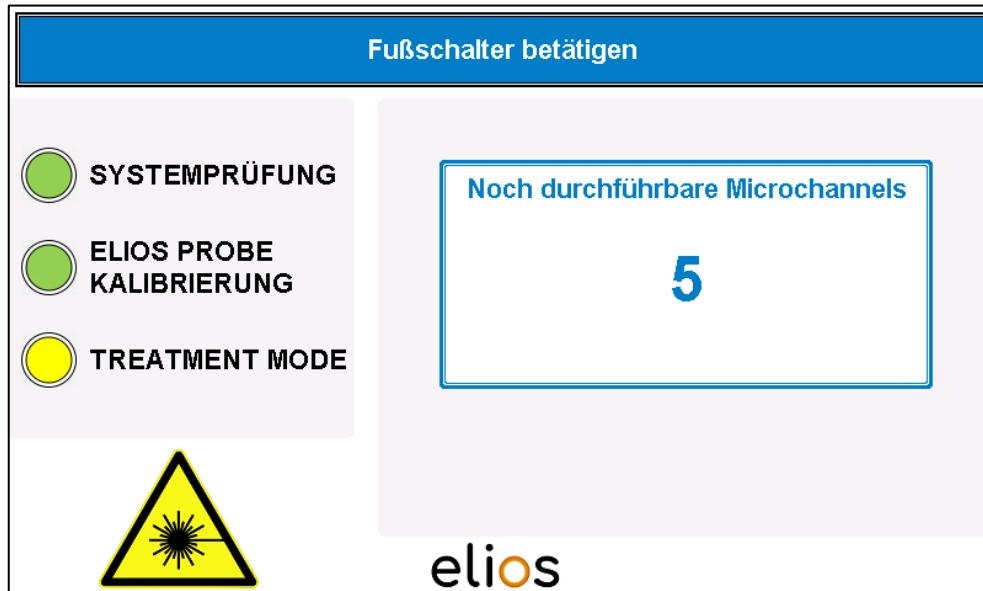

Abb. 4-16: TREATMENT MODE
- Ist die maximal mögliche Anzahl von 20 Pulsen pro Microchannel erreicht, stoppt die Laseremission automatisch. Das Programm wechselt weiter zur nächsten Bildschirmschirmdarstellung, wodurch wieder maximal 20 Pulse für einen weiteren Microchannel zur Verfügung stehen (Abb. 4-16).
- Mit vorzeitigem Loslassen des Fußschalters wird die Laseremission sofort unterbrochen und das Programm wechselt ebenfalls automatisch zur nächsten Bildschirmschirmdarstellung (Abb. 4-16).